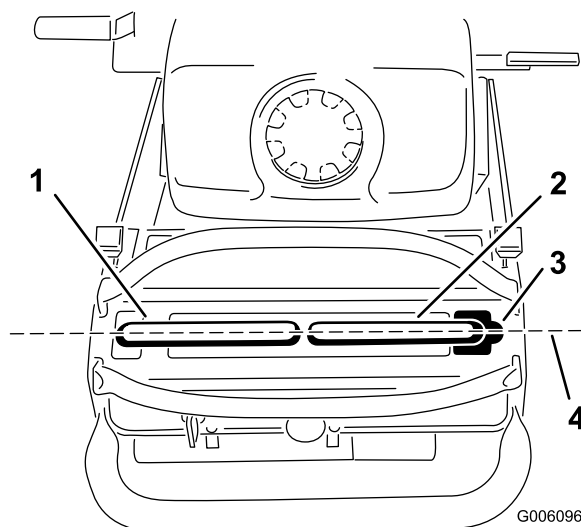

Figure 57
Important: Assurez-vous que l'alignement des roues de la machine est correct après avoir réglé les leviers de commande de déplacement. Une fois ce réglage effectué, il se peut que les leviers de commande de déplacement ne s'alignent pas exactement d'avant en arrière (Figure 57).
1. Une fois l'alignement horizontal effectué, vérifiez l'alignement avant/arrière (Figure 57).